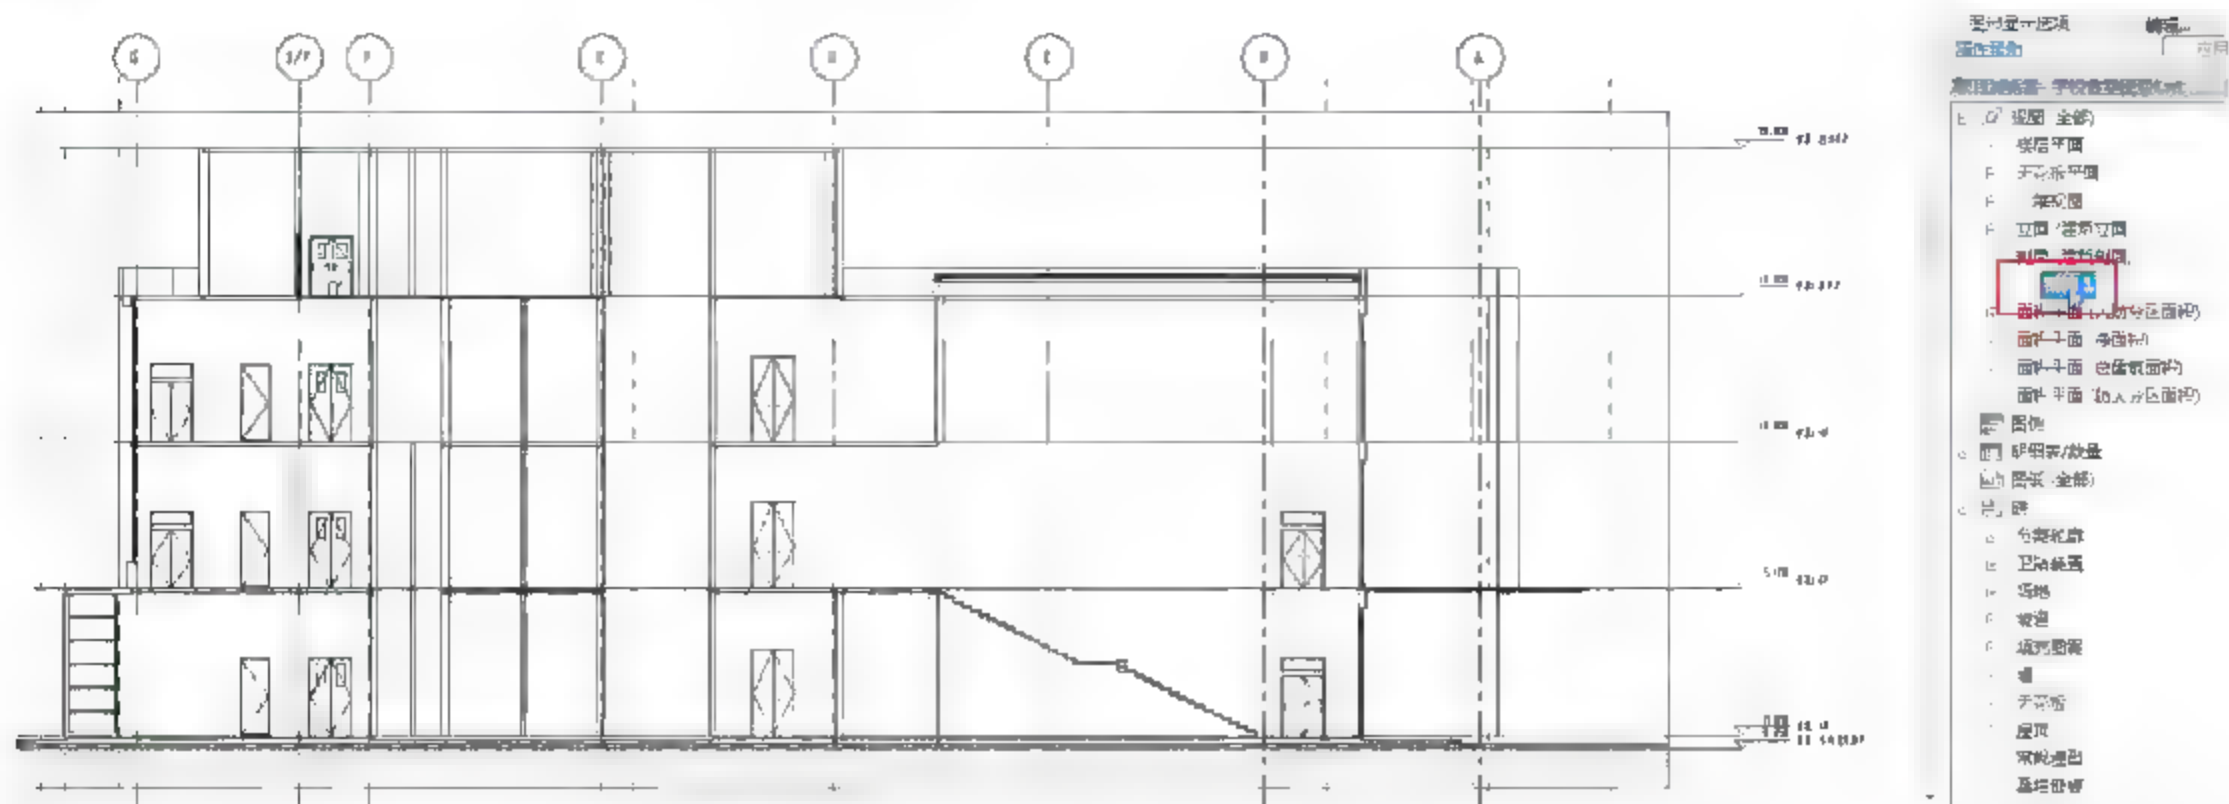

图 13.1.23 进入剖面视图
(2) 进入剖面视图。在“项目浏览器”面板中,选择“剖面(建筑剖面)”→“剖面1”选项,进入剖面视图,如图13.1.23所示。